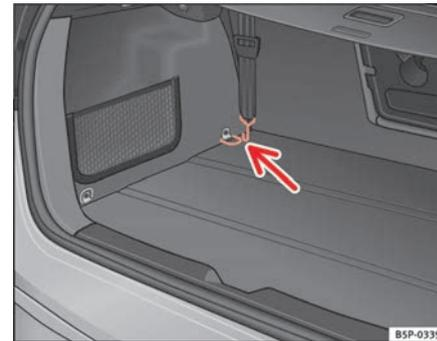

Abb. 127 Befestigungsösen zum Spannen des Gepäckraumnetzes
- Hängen Sie die Bänder zum Spannen des Netzes in den vorderen Befestigungsösen ein ⇒ Seite 153, Abb. 127. ■